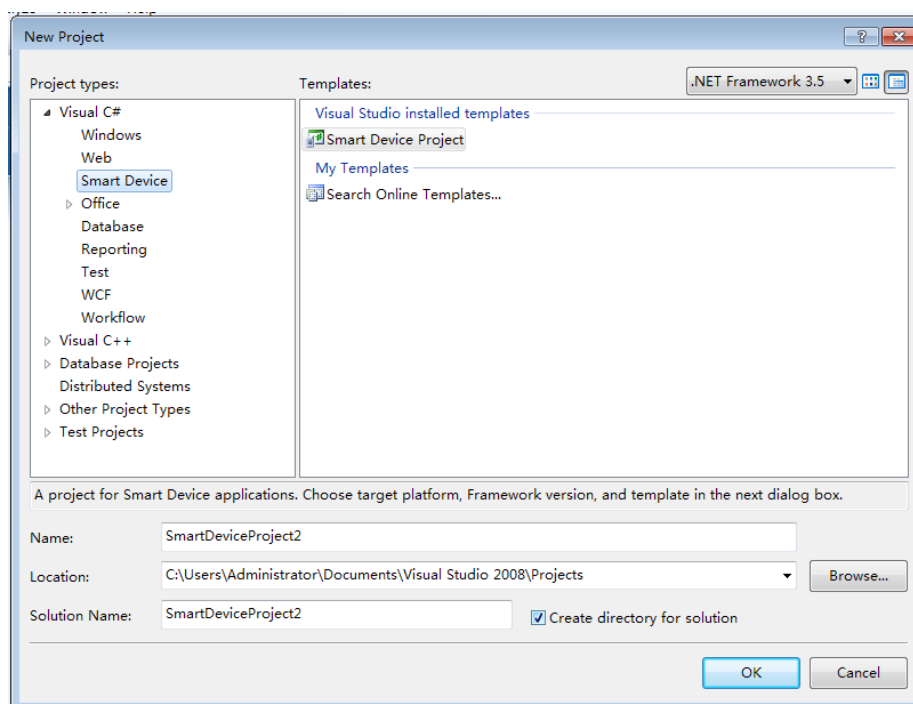

图 4-1
2) 新建一个“Hello”工程，单击“File->New->Project”，弹出向导，如图 4-1 所示。